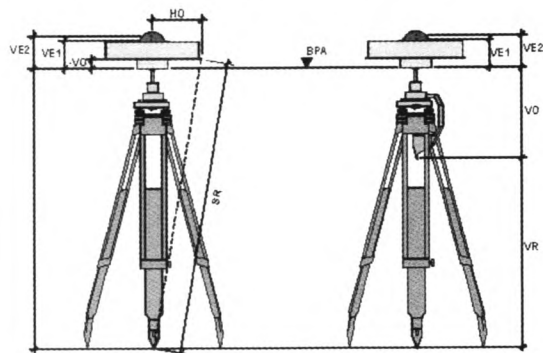

图 2 相位中心几何关系示意图
(2)不同品牌、不同型号的天线都有一个对应的天线文件,其内容包含了天线测量方式、天线半径、L1、L2 两个相位距天线理论相位中线的偏差值,以及附加改正等。(见图 2)